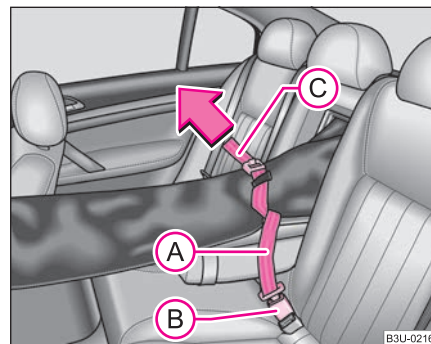

Fig. 74 Seguro de la bolsa para carga de gran longitud en el cierre central del cinturón de los asientos traseros
- Introduzca la correa de sujeción (A) ⇒ página 91, fig. 74 en el cierre central (B).
- Tire de la correa (C) en el sentido de la flecha para tensarla ⇒ página 91, fig. 74.